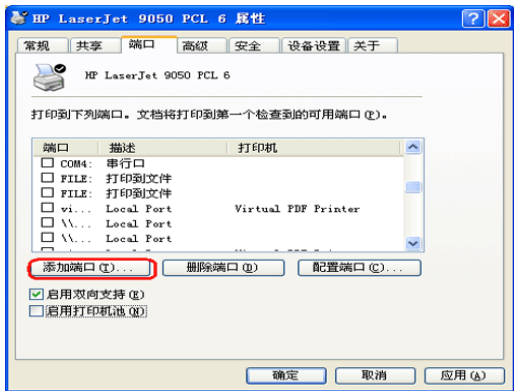

图 7-54 单击“添加端口”按钮
- 在打印机驱动图标上单击鼠标右键，选择“属性”，在“属性”对话框中，单击“添加端口”按钮，如图 7-54 所示。